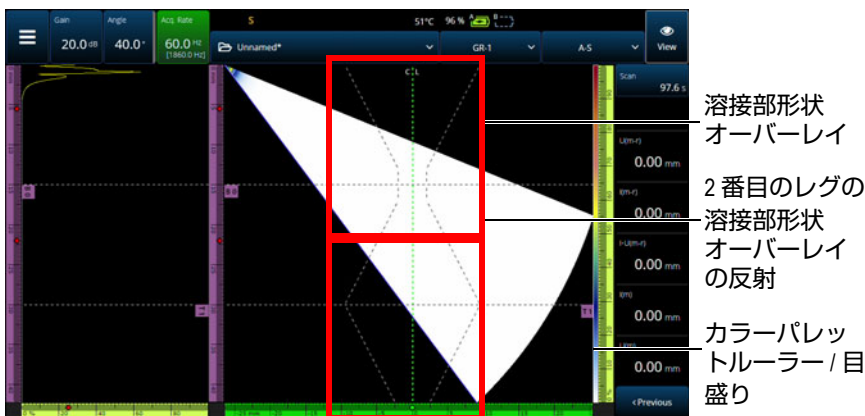
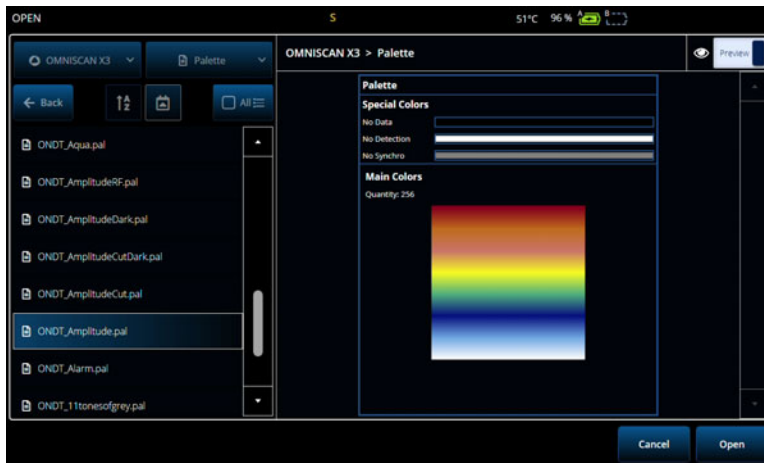

図 2-57 V オフセット溶接形状オーバーレイの例
図 2-60 カラーパレットセクター
試験体にオーバーレイ (溶接部またはカスタム) が含まれる場合、オーバーレイの表示を切り替えることができます。オーバーレイは、S-スキャンビュー上に溶接部形状の描画または選択した描画を重ねて表示したものです。この機能は、試験体または溶接部形状に対する欠陥指示の位置づけを視覚化するのに役立ちます (116 ページの図 2-57)。オーバーレイの反射 (2 番目のレグ、3 番目のレグなどを考慮) は、**Menu (メニュー)** > **Display (表示)** > **Overlay (オーバーレイ)** > **Multiple Legs (複数レグ)** で ON/OFF にできます。
- ◆ カラーパレット（116 ページの図 2-57 の右側にあるルーラー/ 目盛り）をタップしたまま、**Load（読み込み）**を選択します。使用可能なカラーパレットを確認し、**Open（開く）**をタップしてパレットを変更します（120 ページの図 2-60）。